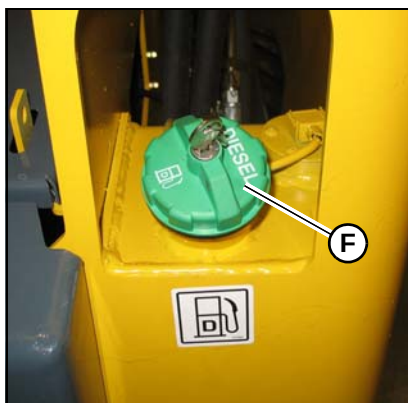

Figura 97 – Tapa de llenado de combustible
3. Use la llave de encendido para abrir la tapa de combustible (F, Figura 97) y retírela de la boca de llenado de combustible.